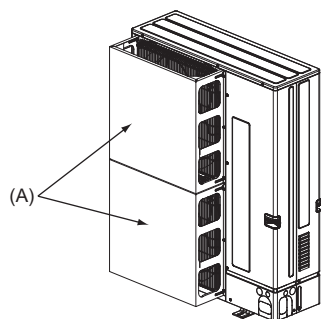

Fig. 2-5
(2) Si la unidad está situada en un lugar expuesto a vientos fuertes (como huracanes, etc.) que puedan entrar en la salida de aire, coloque una guía de protección de aire opcional. (Fig. 2-5)